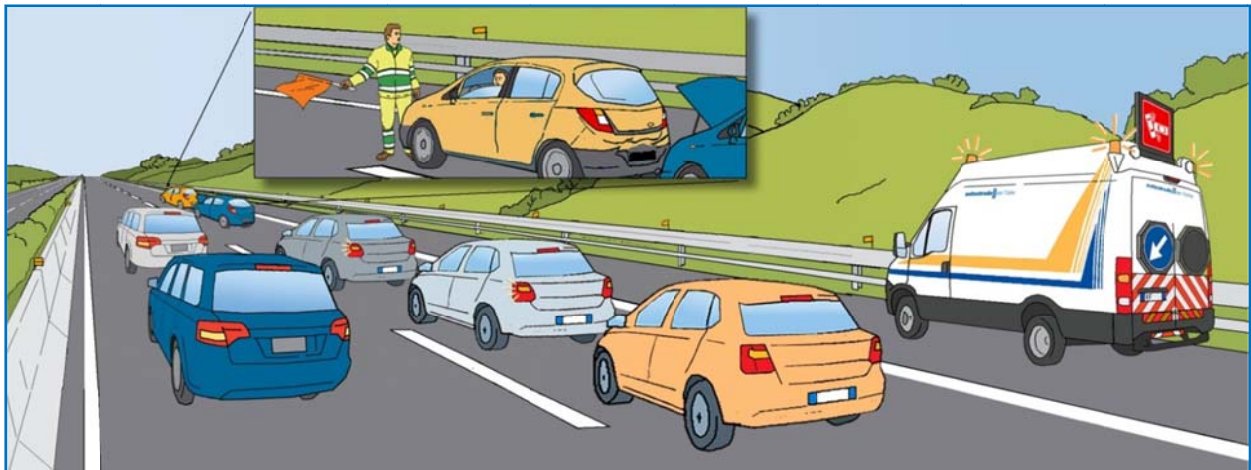

Fig. 12
- **solo con traffico fermo o a passo d'uomo**, sarà possibile intervenire sulle corsie di transito per l'eventuale rimozione di ostacoli o per il primo soccorso a persone ferite, ove necessario (fig.12)